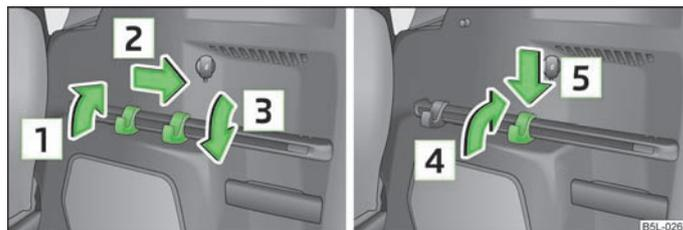

Fig. 56 Coffre à bagages : barres de fixation avec crochets coulissants/démontage des crochets
Une barre de fixation comportant deux crochets coulissants pour suspendre des petits bagages, sacs ou autres, se trouve des deux côtés du coffre fig. 56.
- Relevez le crochet dans le sens de la flèche **1** fig. 56 jusqu'à ce qu'il forme un angle de 45° env.
- Relevez les crochets sur la barre de fixation dans le sens de la flèche **1** » fig. 56.